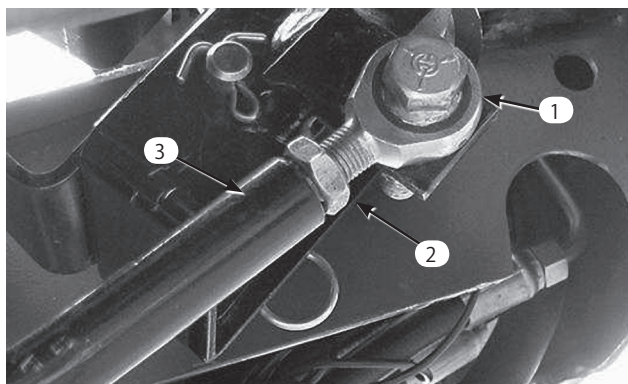

図59
3. さらに調整が必要な場合は、走行ロッド (図59) を調整する：